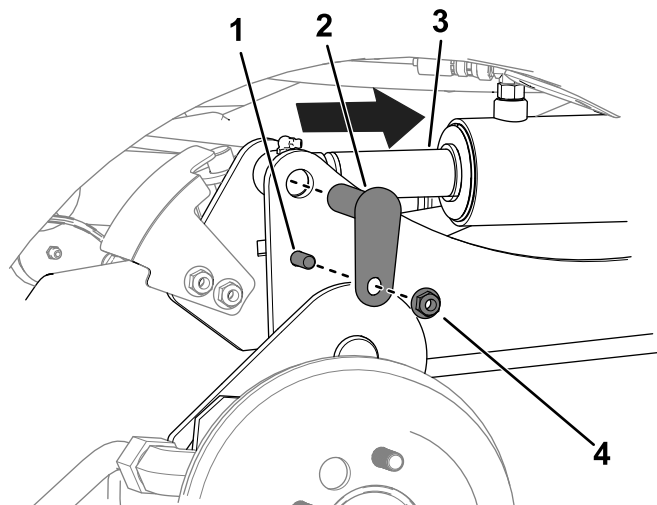

Figura 10
- C. Utilizzate un cacciaspine per allineare i fori dell'asta del cilindro con i fori del braccio di sollevamento (Figura 10).
D. Utilizzate 2 bulloni ($\frac{3}{8}$ " x $1\frac{1}{4}$ "), 2 dadi ($\frac{3}{8}$ ") e 2 perni piccoli per fissare i bracci di sollevamento ai cilindri (Figura 10).